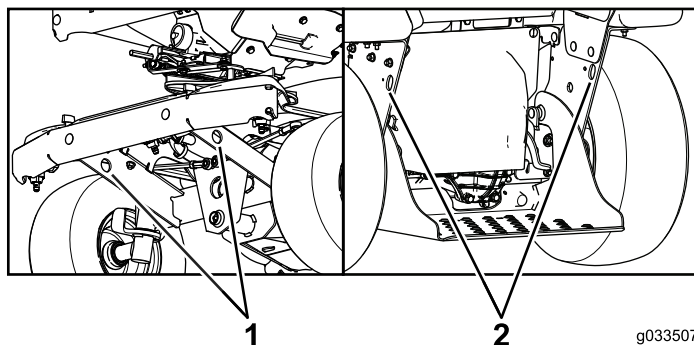

Figura 68
4. Utilice los puntos de amarre de la máquina para sujetar la máquina firmemente al remolque o al camión con correas, cadenas, cables o cuerdas (Figura 68). Consulte en la normativa local los requisitos aplicables al remolque y al sistema de amarre.